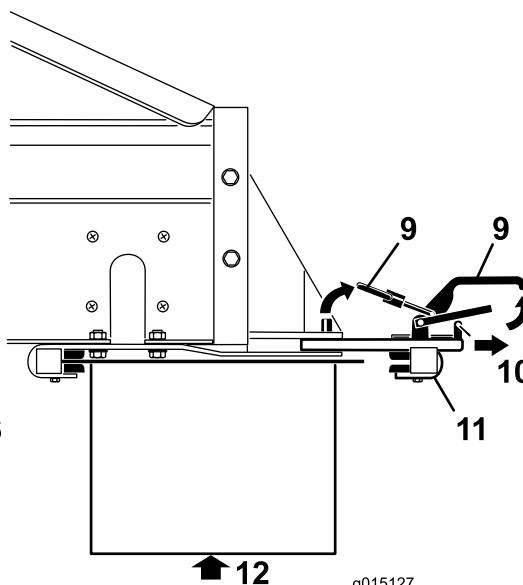

Рисунок 49
3. Снимите зажимы предохранительных защелок с рукояток хомутов (Рисунок 49).
4. Поднимите предохранительную защелку, затем поднимите рукоятки хомутов дополнительного навесного орудия и освободите стопорные кольца от стопорных штифтов (Рисунок 49).
5. Выведите задний узел хомута дополнительного навесного орудия из пазов быстрого подсоединения (Рисунок 49).
6. Вместе с помощником вставьте переднюю кромку поперечного транспортера / поворотного устройства вверх и под заднюю часть машины, в передние хомуты на кронштейнах (Рисунок 49).
7. Поддерживая поперечный транспортер / поворотное устройство, сдвиньте узел заднего хомута дополнительного навесного оборудования назад в пазы кронштейнов и поверх задней кромки (Рисунок 49).
9. Установите зажимы предохранительных защелок на рукоятки хомутов (Рисунок 49).